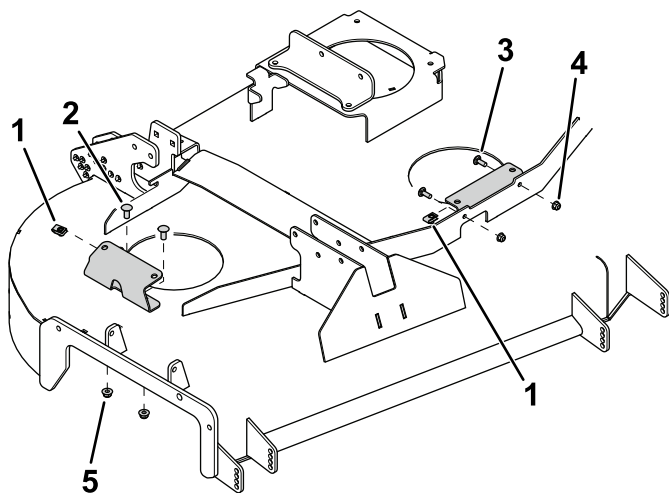

Figura 7
2. Utilice 4 pernos de cuello cuadrado y 4 tuercas ($\frac{3}{8}$ ") para sujetar los soportes de las cubiertas laterales de la correa a la unidad de corte (Figura 7).
3. Utilice 2 tuercas (5/16") y los pernos de cuello cuadrado que retiró anteriormente para sujetar el soporte de la cubierta central de la correa a la unidad de corte (Figura 7).
4. Coloque las tuercas en U en los soportes de las cubiertas de la correa, como se muestra en la Figura 7.